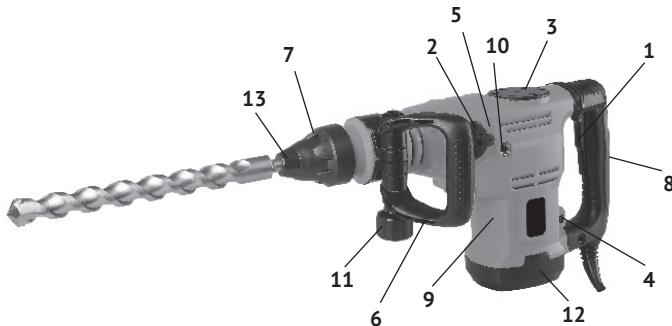

рис. 1
1.3 Основные узлы перфоратора (двигатель, редуктор и ударный механизм) расположены в пластиковом корпусе. Крутящий момент с якоря электродвигателя, расположенного вертикально, через систему шестерён, передаётся на вал с патроном SDS – max (рис.1 поз.7), расположенный перпендикулярно оси двигателя. Крикошипно-шатунный механизм приводит в действие ударный узел перфоратора. В зависимости от вида выполняемой работы, в патрон SDS – max вставляется необходимая насадка (пика, долото, сверло) с соответствующим хвостовиком. Дополнительная рукоятка передняя (рис.1 поз.6) хомутом крепится на передней, цилиндрической части корпуса. Фиксируется рукоятка гайкой (рис.1 поз.10), в любом положении (от 0° до 360°), что удобно пользователю, как «правшем», так и «левшем».
1.4 Клавиша выключателя (рис.1 поз.1) расположена в передней части рукоятки (рис.1 поз.8), крепящейся к корпусу перфоратора (рис.1 поз.9). При необходимости, к
корпусу перфоратора можно прикрутить боковую рукоятку (рис.1 поз.10), справа или слева.
Сверху, на корпусе редуктора расположено окно смазки редуктора, закрытое крышкой (рис.1 поз.3). Перед каждым использованием инструмента, ключом (входит в комплект поставки) отвернуть крышку, проверить наличие смазки на кривошипно-шатунном механизме, при необходимости добавить из ёмкости, входящей в комплект.
Слева на корпусе редуктора расположен переключатель режимов работы (рис.1 поз.2). Он фиксируется в одном из трёх положений, отмеченных символами: «сверло с молотком» - сверление с ударом, «молоток» - долбление (без вращения) и символ «кружок» - стопор ствола. Нажав фиксатор (рис.1 поз.5) в торце ручки переключателя, поворотом ручки со стрелкой, совместить с нужным символом. Достигнув нужного положения, фиксатор возвращается в исходное положение, закрепляя ручку в выбранном положении.
В нижней части корпуса, со стороны рукоятки, расположен диск регулятора оборотов двигателя (рис.1 поз.4). Он регулирует скорость вращения и частоту ударов рабочего инструмента.
Общий вид перфоратора представлен на рис. 1
При замене рабочих насадок следите за тем, чтобы колпачок (рис.1 поз.13), защищающий патрон от попадания пыли, не был повреждён.
- вращением гайки-фиксатора, ослабить хомут передней рукоятки (рис.1 поз.6);
- установить хомут на цилиндрическую часть корпуса перфоратора перед патроном (рис.1 поз.9);
Боковая дополнительная рукоятка, при необходимости, прикручивается в одно из двух отверстий (рис.1 поз.10) корпуса перфоратора.
В зависимости от обрабатываемого материала и установленного рабочего инструмента, регулятором (рис.1 поз.4) устанавливается необходимое число оборотов (частота ударов) инструмента.
- при работе в режиме сверление с ударом, и переключатель (рис.1 поз.2) в положении «сверло с молотком»;
- при работе в режиме долбление, переключатель (рис.1 поз.2) в положении «молоток».
- при замене насадок в патроне переключатель (рис.1 поз.2) в положение «кружок» - стопор ствола патрона.
3.2 Для замены щёток необходимо открутить крышку корпуса двигателя (рис.1 поз.12). Щётки следует заменять парой для обеспечения равной степени их давления на коллектор якоря.